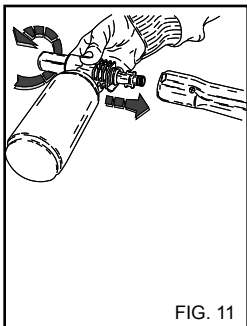

FIG. 11
2) Togliere la prolunga dall' impugnatura e inserire il kit spruzzatore detergente (fig. 11), azionare l' idropulitrice e cospargere la superficie da lavare agendo dal basso verso l' alto.